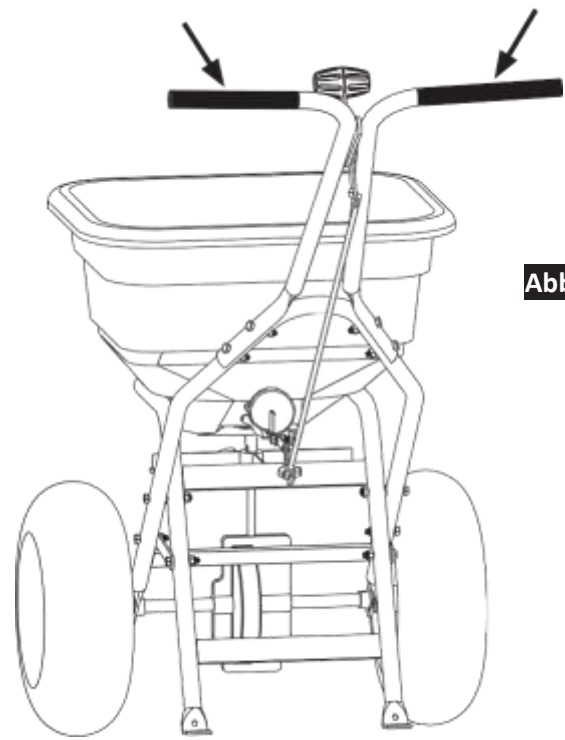

Abbildung 11
11. Befestigen Sie die Griffe auf den Handgriffstangen des Streuwagens, wie in Abbildung 11 angezeigt.